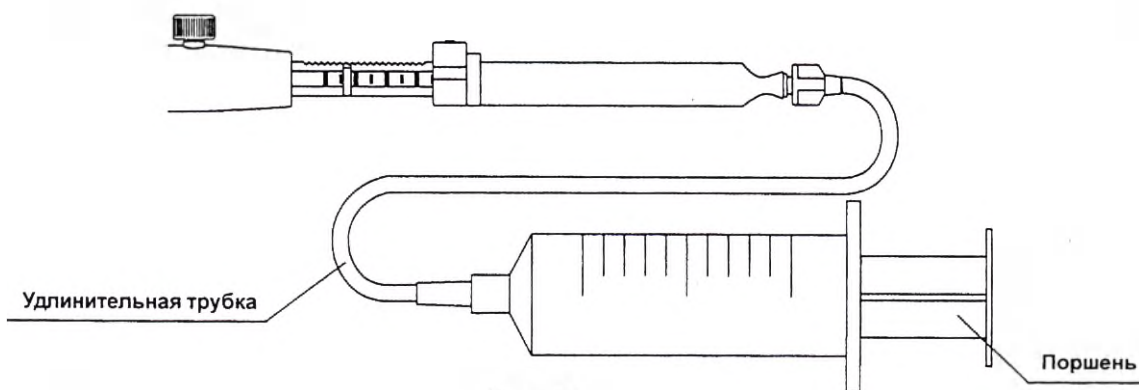

Рис. 14.
1. Нажмите на поршень шприца, затем присоедините шприц к аспирационному порту при помощи удлинительной трубки (см. Рис. 14.).